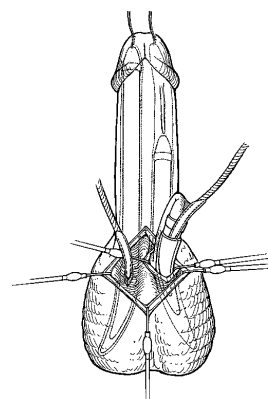
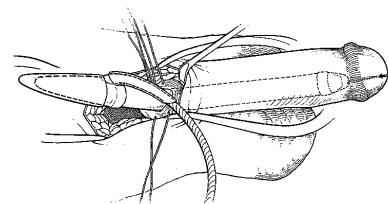

Figura 4-14a. Penoscrotale: inserimento dei cilindri
Figura 4-14b. Infrapubico: inserimento dei cilindri
15. Ripiegare all'indietro il cilindro su se stesso, quindi spingere l'estremità prossimale del cilindro nella crura, estendendo delicatamente, nel contempo, il pene distale (**Figura 4-14a, Figura 4-14b**). In alternativa, posizionare la porzione a forma di "U" dello strumento prossimale al punto di giunzione tra il tubo di uscita e il cilindro, e con l'ausilio dello strumento spingere l'estremità prossimale del cilindro nella crura, estendendo delicatamente, nel contempo, il pene distale. Il lato più piatto dello strumento dovrebbe essere rivolto verso il cilindro.